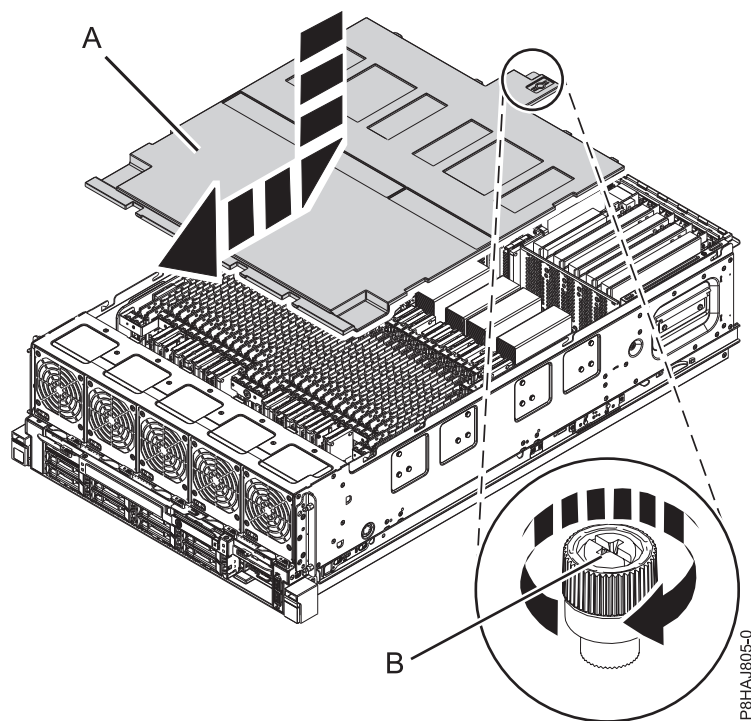

図 12. 安全カバーの再取り付け
2. 安全カバー (A) をシャーシ方向に押します。
3. つまみねじ (B) を、35 ページの図 12 に示されている方向に回転させて締めて、安全カバーをシャーシに固定します。